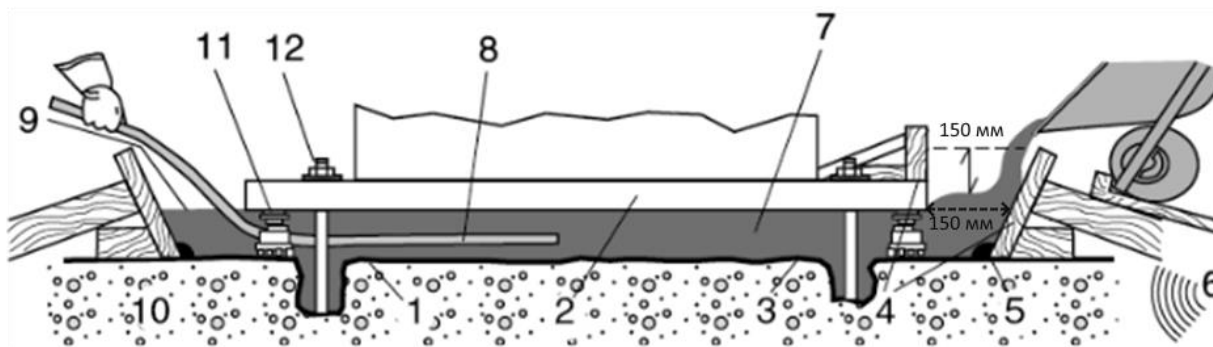

Рисунок 1: Схема применения SikaGrout®-928 для высокоточной цементации оборудования
4. В целях предотвращения вытекания состава опалубка должна быть изготовлена из прочного водонепроницаемого материала и надежно заанкерована и подперта, чтобы выдержать давление состава после укладки. Со стороны, откуда будет заливаться SikaGrout®-928 (MasterFlow® 928) следует предусмотреть зазор в 150 мм между опалубкой (см. рис.1) и основанием станины оборудования. С боковых сторон следует предусмотреть зазор не менее 50 мм между опалубкой и боковыми сторонами станины. Можно использовать и другое, отличное от приведенного на рисунке, оборудование для заливки SikaGrout®-928 (MasterFlow® 928), например, растворонасосы, воронки и т.п. При заливке фундамента под крупногабаритное оборудование и в случае необходимости обеспечения свободного поступления состава SikaGrout®-928 (MasterFlow® 928) может оказаться